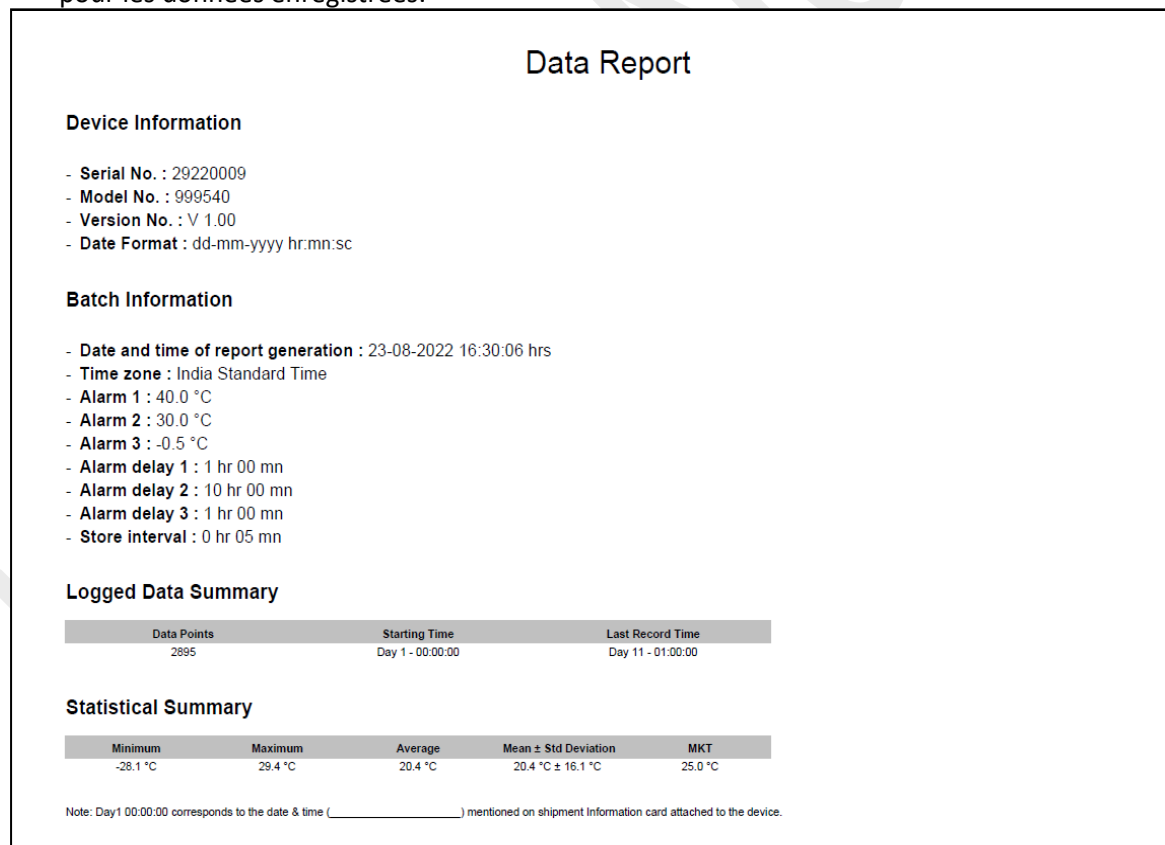

Figure 11 Exemple de rapport PDF partie -1
- La figure 11, la figure 12 et la figure 13 montrent un exemple de fichier PDF généré par l'indicateur LM^{Pro} IN074 pour des données enregistrées sur 22 jours. Ce rapport est composé des données suivantes: